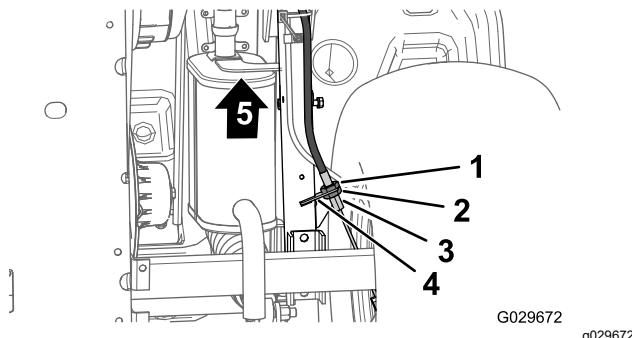

Bild 66
- Lockern Sie an der Unterseite der Maschine die hintere Klemmmutter für den Gewindegelenksteuerer des Feststellbremszugs um vier Umdrehungen (Bild 66).
- Ziehen Sie die vordere Klemmmutter an (Bild 66).
- Lockern Sie die vordere Klemmmutter (Bild 66) für den Gewindegelenksteuerer des Feststellbremszugs um eine Umdrehung.
- Ziehen Sie die hintere Klemmmutter an (Bild 66).
- Lockern Sie die hintere Klemmmutter (Bild 66) für den Gewindegelenksteuerer des Feststellbremszugs um eine Umdrehung.